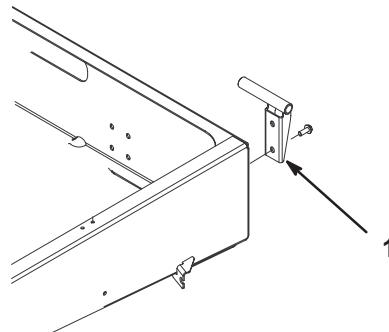

Bild 8
2. Montieren Sie den linken Schwenkbügel mit zwei Bundschrauben (3/8 x 1") an der linken hinteren Ecke des Chassis. Positionieren Sie den Bügel wie in Bild 8.